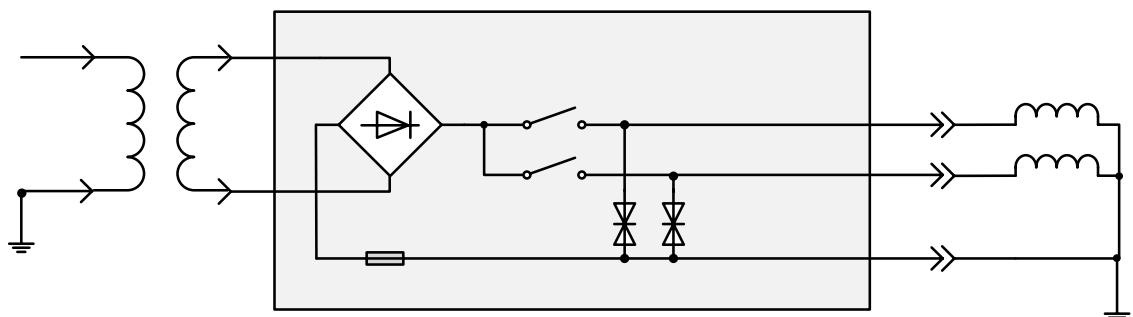

Рис. 20 Применение трансформатора для устранения короткого замыкания при наличии заземления общей шины катушек включения и отключения.
- Если устраниить заземление общей шины катушек включения и отключения невозможно, то для питания прибора следует применять развязывающий трансформатор (рис. 20).